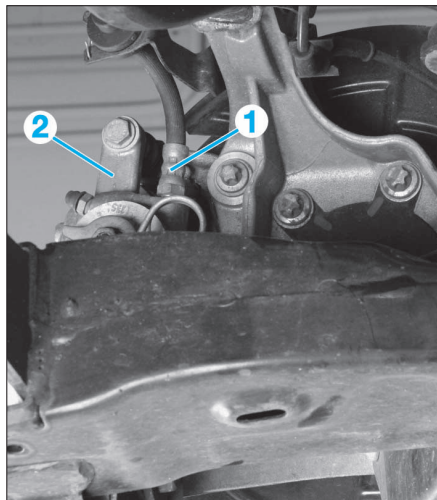

FIG. 12
- Desserrer le flexible de frein (1) de l'étrier (2) (Fig.12).